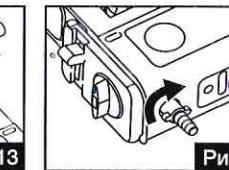

Рис. 14
- Плотно прикрутите переходник для бытового баллона к редуктору через специальное отверстие с правой стороны плиты (Рис. 14).